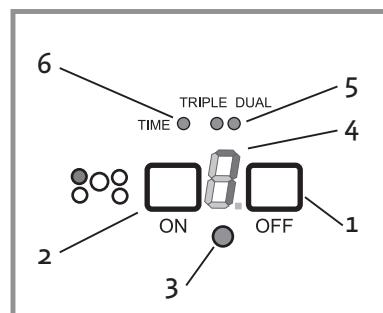
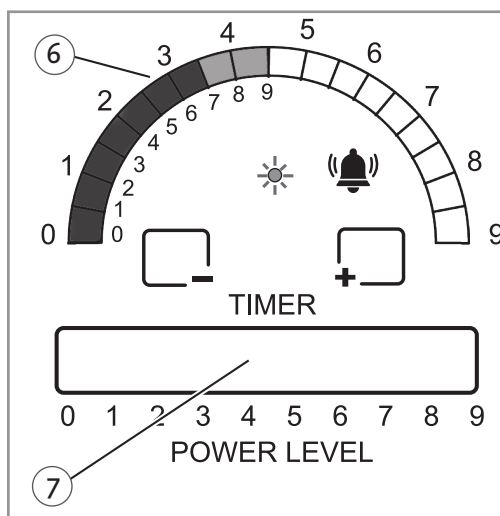

Figure 7.
Figure 8.
L'affichage (Figure 7 ref. 4) et la «queue de paon» (Figure 8 ref. 6) montrent le niveau de puissance mis à jour en temps réel.
Après un délai d'attente de 5 secondes, la valeur est acceptée et le voyant SURFACE TRÈS CHAUDE (Figure 7 ref. 3) cesse de clignoter et devient fixe.
Pour utiliser les éléments interne et intermédiaire, appuyez sur la touche TRIPLE pendant que le témoin HOT SURFACE clignote. L'indicateur DUAL (Figure 8 réf. 5) s'allume lorsque les éléments internes et intermédiaires sont sélectionnés.